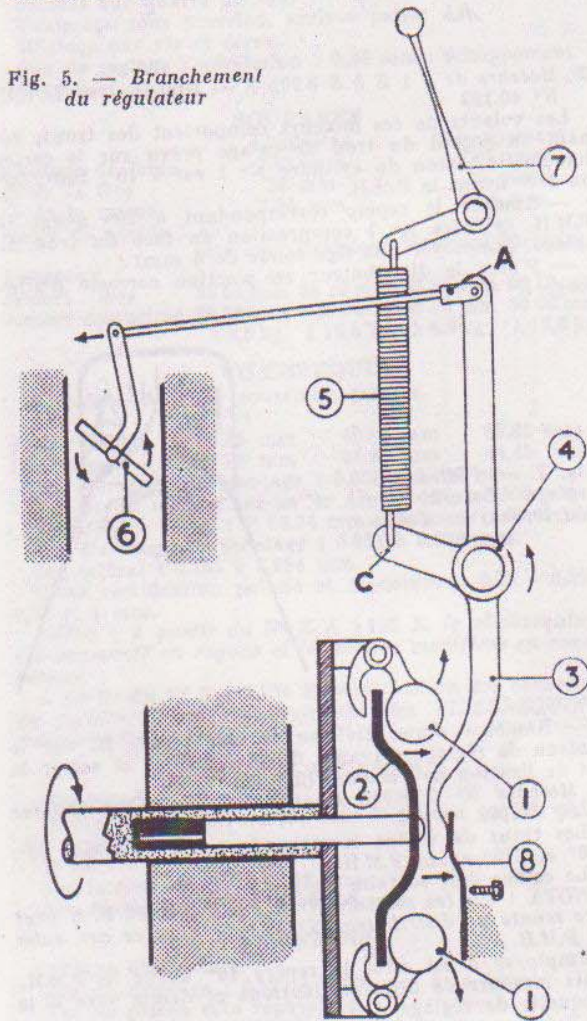

Fig. 5. — Branchement
- b) indirectement à un levier de réglage placé sur le tube de direction (fig. 5).